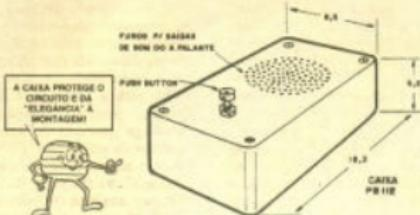

Fig. 4
- FIG. 4 - Sugestão para abrigar o circuito do PASSARINHO ELETRÔNICO, usando o container (caixa) in-